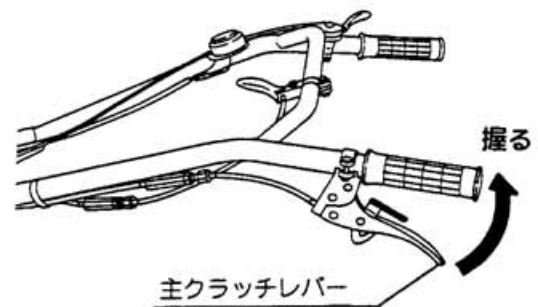

図 28
- ②主クラッチレバーを「握る」と発進します。主クラッチレバーはゆっくりと操作してください。（図28）